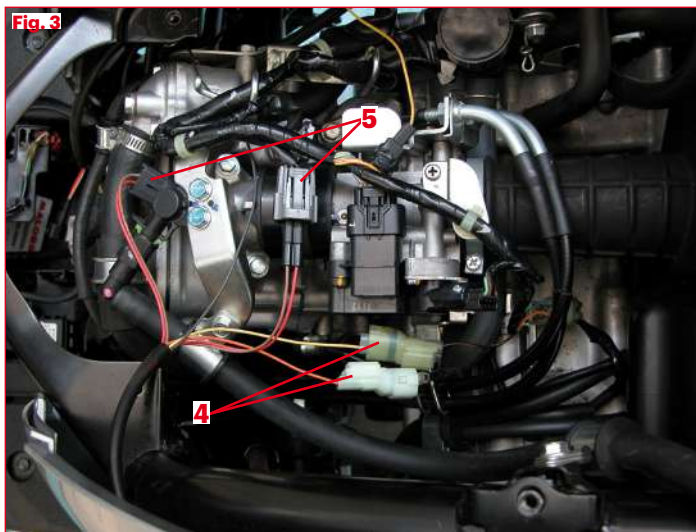

Fig. 5
Art. 5515735 (Fig. 5)
- Die beiden Konnektoren **(6)** trennen und den O2-Regler zwischenschalten **(Fig. 5)**.
Achtung: den Ösenanschluss mit dem Drosselklappengehäuse **(7)** verbinden, um Fehlfunktionen des Systems vorzubeugen **(Fig. 5)**.
- Desconecte los dos conectores (6) e introduzca el O2 controller (Fig. 5).
Atención: conecte la anilla de masa encima del elemento de mariposa (7), para evitar el funcionamiento incorrecto del sistema (Fig. 5).